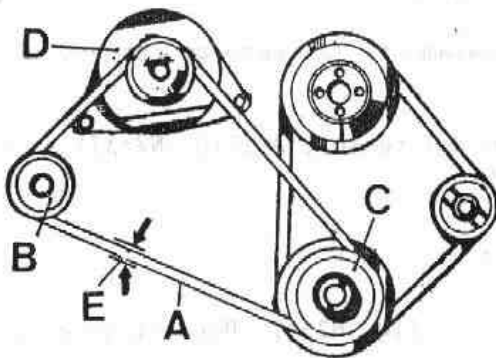

Fig. N2-39 Tensado de la correa del alternador
- 2.1. Realizar el montaje en orden inverso a su desmontaje, teniendo en cuenta ajustar la correa, A (Fig. N2-39) hasta conseguir una flecha de 10 a 12 mm. en el punto medio entre el tensor, B, y la polea del cigüeñal, C.